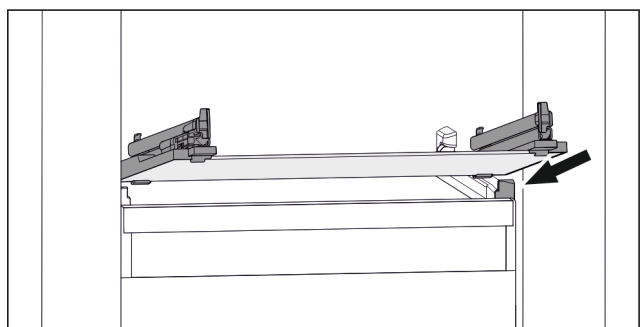

Fig. 73 Приблизне відображення скляної пластини
- ▶ Встановити скляну пластину за стопорами навкоси. (див. Fig. 73)